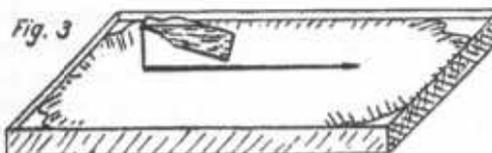

Fig. 3
2. Prenez votre flacon de mélange et approchez-le au plus près de la surface de l'eau. Commencez sur le bord gauche du récipient. Inclinez-le progressivement, jusqu'à ce qu'un léger filet coule. Dès que ce filet touche l'eau, déplacez votre bouteille sur la droite comme si vous vouliez tirer un trait (fig. 3). La longueur et la rapidité de ce déplacement varient suivant la longueur de votre 1/2 aile et la fluidité du produit. C'est l'expérience qui vous guidera. Rebouchez votre flacon et posez-le.